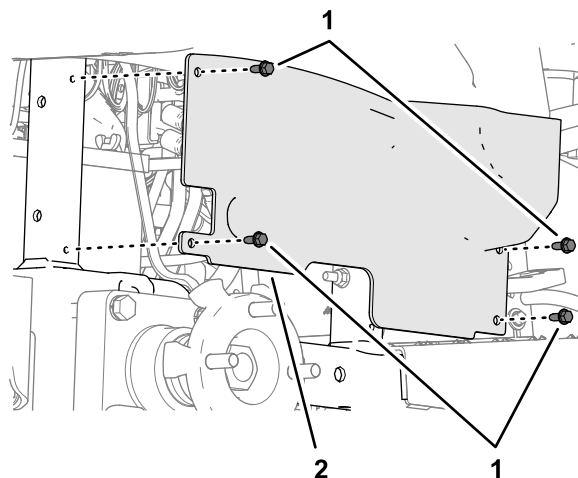

図 30
3. ホイールシュラウドを車体フレームに固定しているフランジキャップスクリュー $\frac{1}{4} \times \frac{5}{8}$ " 4本を外す 図 30。
- ホイールシュラウドの穴を機体フレームの穴に合わせ 図 30、シュラウドをフレームに固定するステップ3で外したフランジキャップスクリュー 1/4 x 5/8" 4 本を使用する。